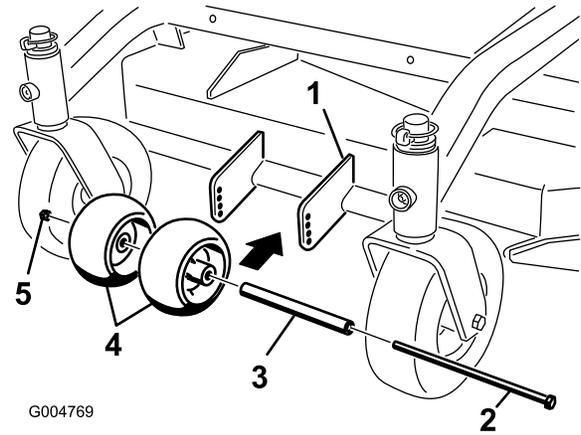

Figura 13
- Después de ajustar la altura de corte, compruebe que hay una separación mínima de 10 mm entre los rodillos protectores del césped y el suelo (Figura 13).
- Si es necesario realizar ajustes, retire el perno, las arandelas y la tuerca (Figura 13).
- Seleccione un taladro para que los rodillos tengan una separación mínima del suelo de 10 mm (Figura 13).
- Instale el perno y la tuerca (Figura 13).